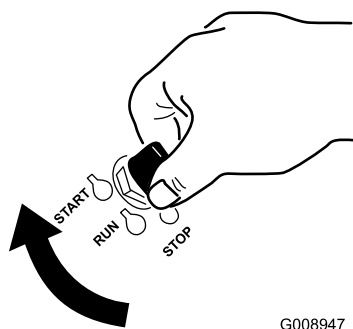

Figure 17
1. Tournez la clé de contact à la position de démarrage (Start) (Figure 17). Relâchez la clé quand le moteur démarre.
6. Tournez la clé de contact à la position de démarrage (Start) (Figure 17). Relâchez la clé quand le moteur démarre.